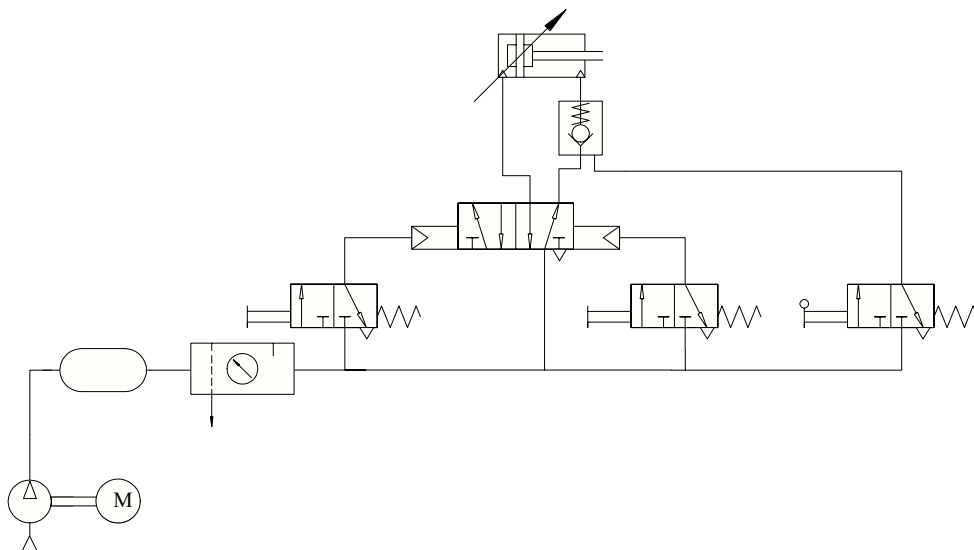

Figura 8.3. Pilotaje de una válvula antirretorno.
11. Proceder a armar el circuito que se muestra en la figura 8.3.